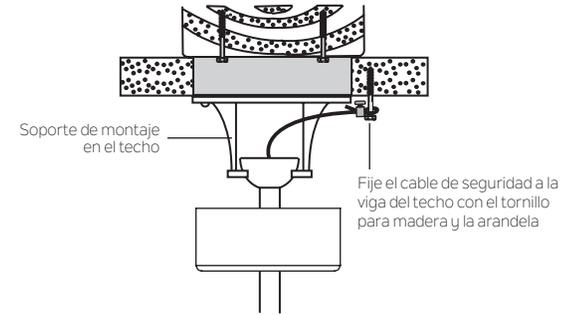

Figura 11
Paso 1. Fije el tornillo para madera y la arandela a la viga del techo que se encuentra junto al soporte de montaje del techo, pero no los apriete. **(Figura 11)**